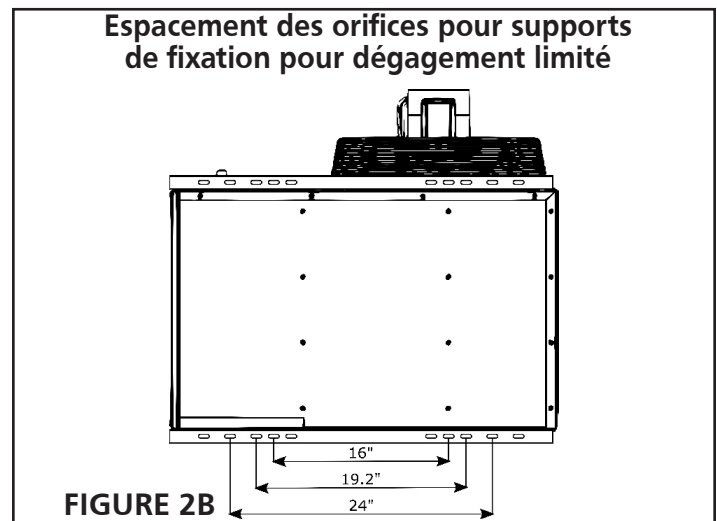

FIGURE 2B
31. Fixez l'appareil à des supports structurels en mesure de supporter le poids de l'appareil (tableau 1) et avec les espacements indiqués à la Figure 2B.